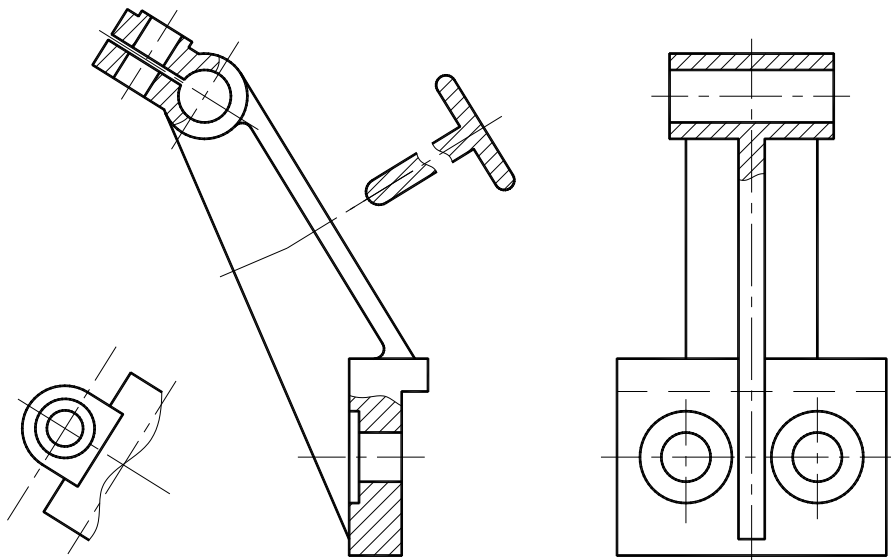

图 7-26 绘制剖面线
(2) 将当前图层设置为“剖面线”层，绘制剖面线。在“图案填充与渐变色”对话框中选择填充图案为 ANSI31、角度为 0、比例为 1，绘制完剖面线后的整个图形如图 7-26 所示。